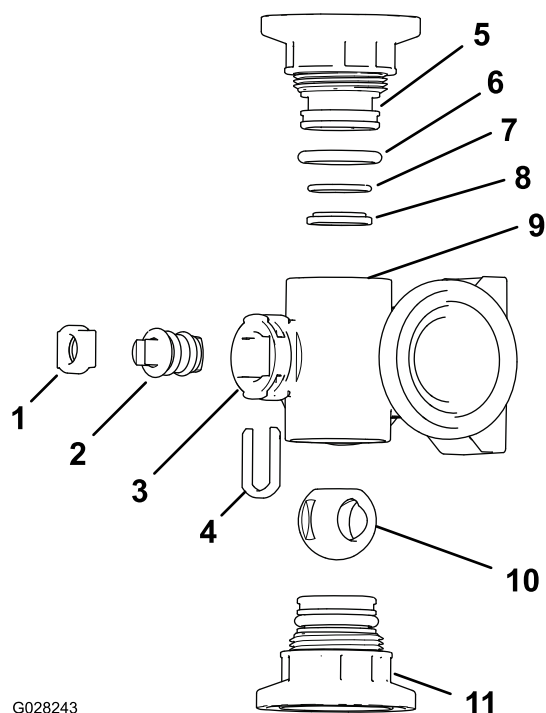

Figure 123
- Déposez les 2 raccords d'embout à chaque extrémité du collecteur (Figure 123 et Figure 124).